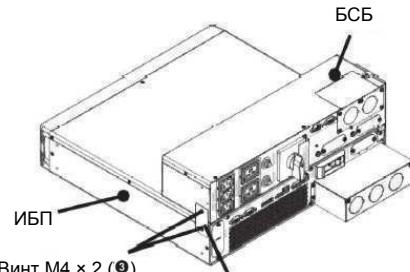

Рисунок 1
Номерами 1–11 на *рис. 1–10* обозначены стандартные принадлежности, перечисленные в разделе 3 Упаковочный лист.
- 1 Соедините ИБП и блок сервисного байпаса с левой стороны с помощью кронштейна (6) и двух винтов M4 (3). См. *Рисунок 1*.